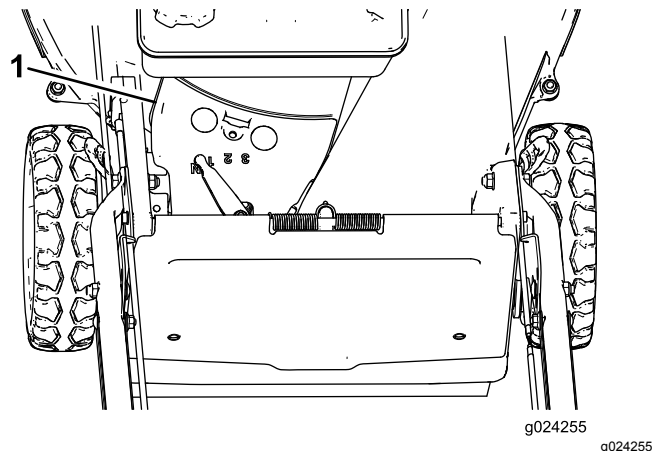

Bild 29
3. Nehmen Sie die Riemenabdeckung (Bild 29) vom Mähwerkgehäuse ab.